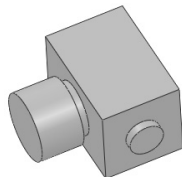

图 7-53 创建退刀槽圆柱
4) 拉伸实体。单击“特征”控制面板中的 (拉伸凸台/基体) 按钮, 或选择菜单栏中的“插入”→“凸台/基体”→“拉伸”命令, 在弹出的“凸台-拉伸”属性管理器中设置拉伸终止条件为“给定深度”, 在 (深度) 文本框中输入“2.5”, 其他选项保持系统默认设置, 单击 (确定) 按钮, 创建的退刀槽圆柱如图 7-53 所示。